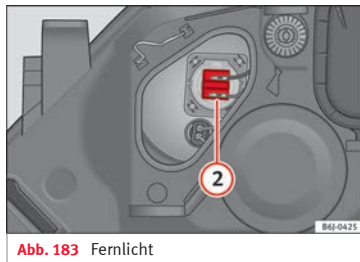

Abb. 183 Fernlicht
- Ziehen Sie den Stecker **» Abb. 183 ②** nach außen ab.